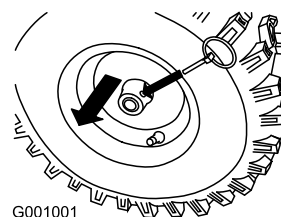

Figure 9
17. Pour que la machine se propulse automatiquement, glissez les roues vers l'extérieur et insérez les goupilles des essieux dans les trous des moyeux et les trous intérieurs des essieux (Figure 9).